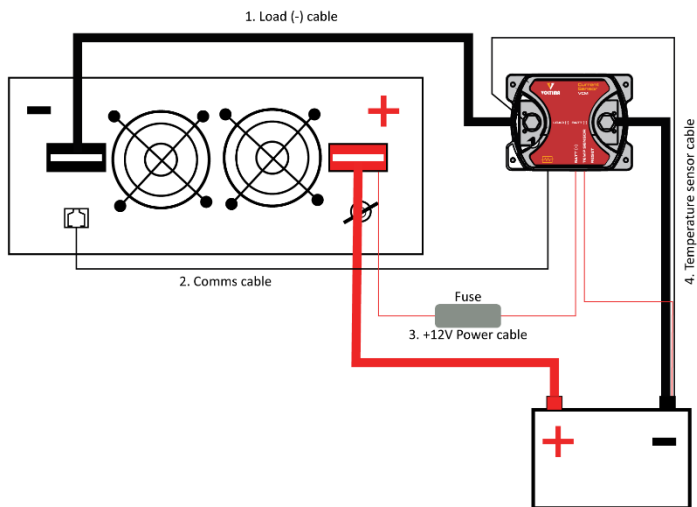

Abb.1
Um die Überwachung des Eingangsstroms und der verbleibenden Betriebsstunden zu ermöglichen, sollte der optionale Stromsensor wie in Abb.1 gezeigt montiert werden.
3. Schließen Sie nun die **Kabel 1-4** (im Lieferumfang des Stromsensors enthalten) wie in Abb.1 dargestellt an.